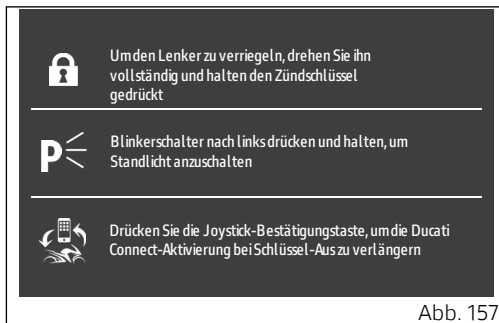

Abb. 157
Soll die Lenksperre eingelegt werden, nach dem Ausschalten der Zündung und während die Bildschirmseite (Abb. 157) noch angezeigt wird, durch kurzes Drücken der Taste den Lenker komplett einschlagen und dabei die Taste (1) erneut für 2-3 Sekunden gedrückt halten.
Soll das Standlicht eingeschaltet werden, muss die Taste (2) des linken Blinkers während der Anzeige der Bildschirmseite (Abb. 157) gedrückt gehalten werden.
Soll die Verbindung mit Ducati Connect länger aufrecht erhalten werden, muss der Joystick während der Anzeige der Bildschirmseite (Abb. 157) in die Position ENTER (3) geschoben werden. Nach diesem Vorgang wird im Cockpit die Bestätigung der erfolgten Aktivierung angezeigt. Die Verbindung bleibt für weitere 20 Minuten bestehen.